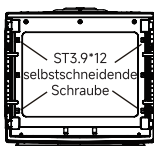

Abbildung 2
2. Entnehmen Sie vier ST3.9×12-Schrauben aus dem Zubehörpaket und befestigen Sie die Stapelhalterung an der oberen Abdeckplatte der Waschmaschine (Abbildung 2).